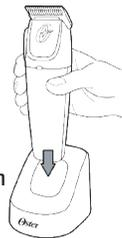

Bild 1
3. Säkerställ att brytaren på enheten är i läge "AV" (0).
5. Sätt trimmern i laddningsstället med ovansidan vänd mot dig och så att kontakterna på trimmern inriktas efter kontakterna på laddningsstället. Enhetens ovansida är sidan där brytaren sitter (Bild 1).